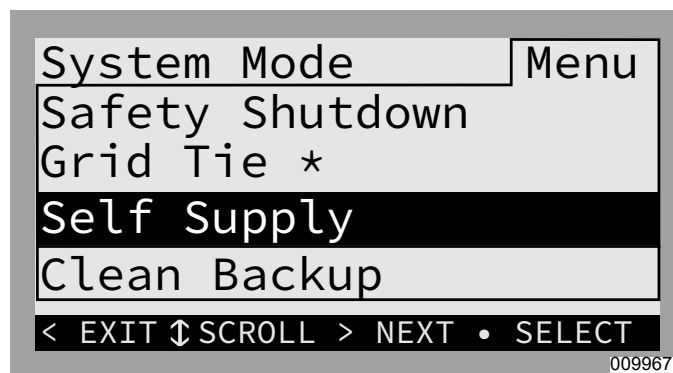

Figure 7-5. Sélection des modes système (1 de 2)
5. Voir Figure 7-5 et Figure 7-6. Utiliser les touches fléchées haut/bas pour naviguer jusqu'au mode système souhaité et le sélectionner à l'aide de la touche centrale. Pour plus d'instructions, voir Sélectionner le mode système de l'inverseur. Pour plus de détails sur la fonctionnalité, voir Aperçu des modes système.